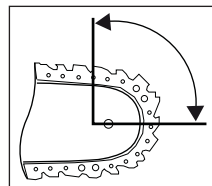

Bild 1
- Kontakt med svärdets spets kan i vissa fall leda till en oväntad, bakåtriktad reaktion där svärdet **16** slår uppåt, i riktning motanvändaren (se bild 1).